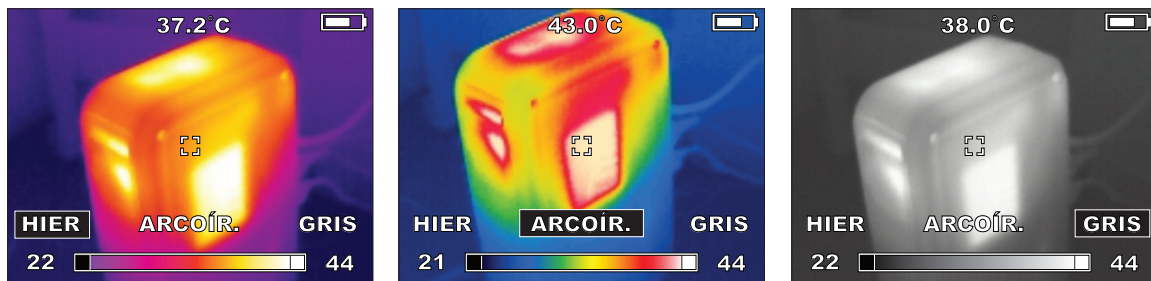

Figura 14. Opciones HIER., ARCOÍR. y GRIS de la paleta de color
La paleta de color predeterminada se llama “HIER.”. HIER., ARCOÍR. y GRIS aparecen en la figura 14. HIER. es la opción predeterminada. Resulta mejor para revelar pequeñas diferencias de temperatura.
1. Desde el modo de visualización en directo, presione  y  si necesita seleccionar COLOR, a continuación . Se abre la barra de menú que se muestra en la figura 14. Presione los botones de las flechas  y  para hacer la selección y presione  para confirmar.